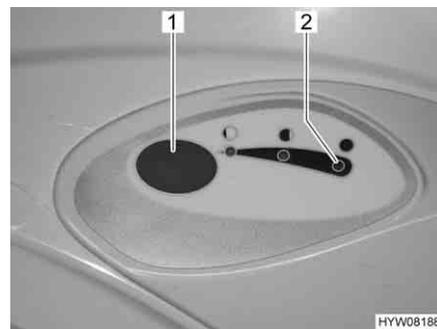

Bild 260 Spülknopf/Kontroll-Leuchte
- Zum Spülen den blauen Spülknopf (Bild 260,1) drücken.
Die Kontroll-Leuchte (Bild 260,2) leuchtet, wenn der Fäkalientank entleert werden muss.